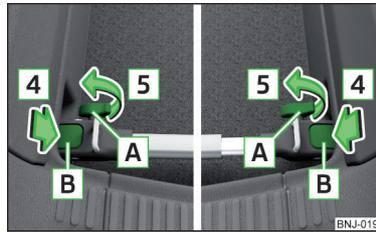

Abb. 111 Querträger einbauen: Schrauben festziehen
- Die Halterungen **B** » Abb. 111 in Pfeilrichtung **4** bis zum hörbaren Einrasten eindrücken.